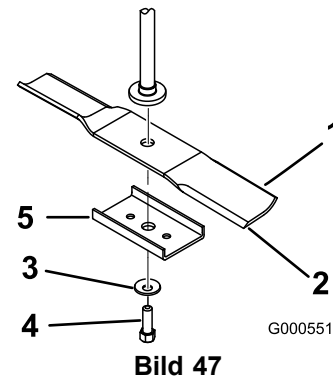

Bild 47
2. Nehmen Sie die Messerschraube, Wellenscheibe, die Messerverstärkung und das Messer von der Spindelwelle ab (Bild 47).